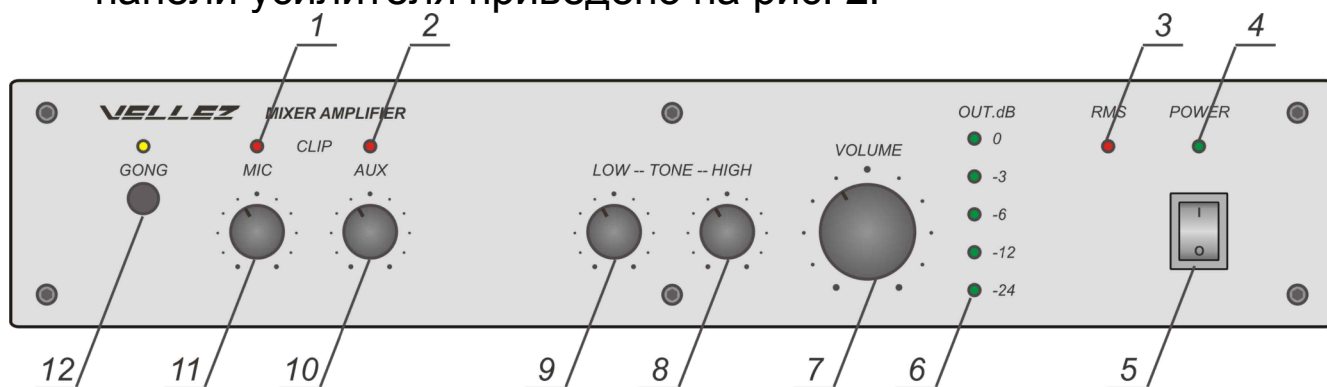

Рисунок 2
8.1 Размещение органов управления и индикации на передней панели усилителя приведено на рис. 2.